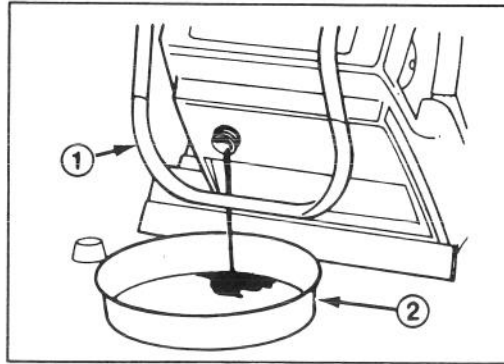

Fig. 16
1. Töm bränslet från tanken (Fig. 16).
1. **TÖM BENSINTANKEN** (Fig. 16) — Skruva loss tanklocket. Tippa snöslungan framåt försiktigt och låt bensinen rinna ut i en vid behållare. Rätta upp maskinen igen och skruva tillbaka tanklocket. Torka upp all utspild bensin och förvara bränslet i en godkänd behållare.